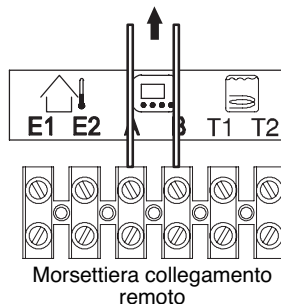

Figura 5.32
Collegare ai morsetti (A) e (B) della morsetteria i due conduttori elettrici come indicato in Figura 5.32.